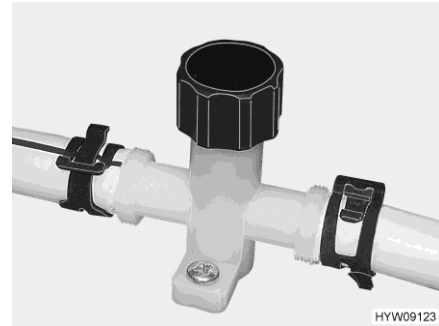

Bild 98 Avtappningskran (vattenledning)
- Stäng alla avtappningsventiler (Bild 98). Dra då till locket medurs eller ställ vipparmen vågrätt. Säkerhets-/avtappningsventilen och avtappningsventilen finns monterade i sittbänkslådan resp. under en golvlucka.